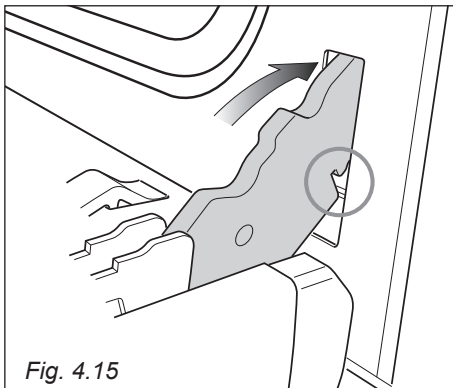

Fig. 4.15
- Inserire i ganci delle cerniere (destra e sinistra) nel loro alloggiamento; assicurarsi che l'incavo entri nell'apposito alloggiamento (fig. 4.15).